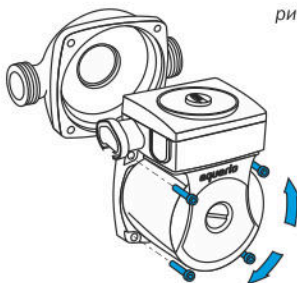

рис.8
2. Открутить винты крепления статора к чугунному основанию насоса используя 6-тигранный ключ (рис.8).